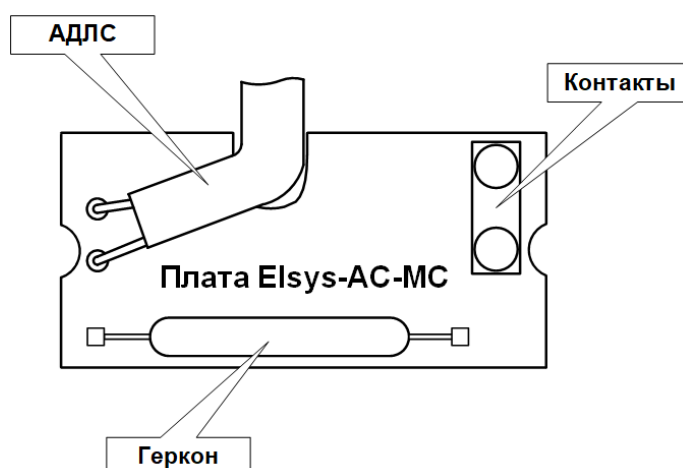

Рисунок 34 – Установка временного адреса в Elsys-АС-МС
- замкнуть контакты металлическим предметом на 2 секунды (см. Рисунок 34);